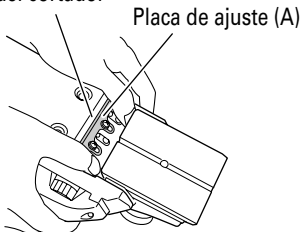
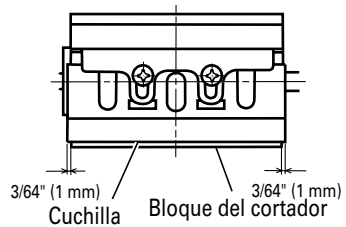

Fig. 9
Fig. 11
- (1) Inserte una parte torneada de la placa de ajuste (A) fijada a la cuchilla en aun ranura de la parte plana del bloque del cortador. (Fig. 9 y 10) Coloque la cuchilla de forma que ambos lados de la misma sobresalgan de la anchura del bloque del cortador aproximadamente 3/64" (1 mm). (Fig. 11)